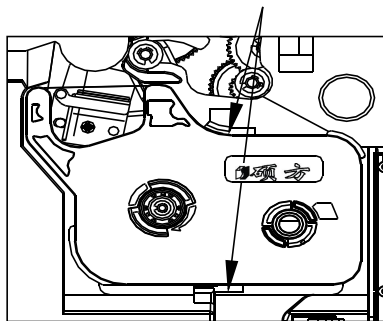

图 3 取出色带盒示意图
- (1) 使打印头处于非打印状态;
- (2) 按图 3 箭头位置, 用手指向内压住卡舌, 向上提起, 便可方便取出色带盒。